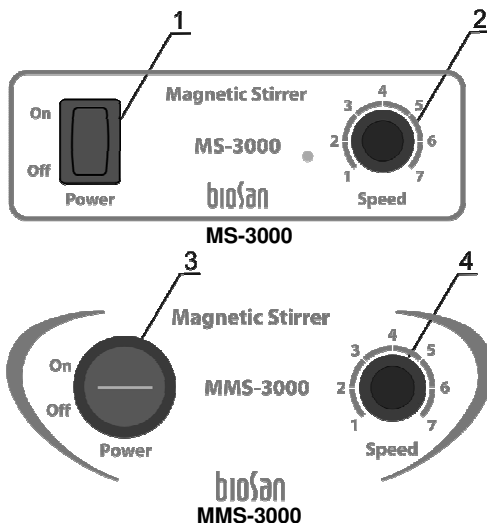

Fig.2 Pannello di controllo
- 4.3. Portare l'interruttore **Power** (Fig. 2/1 o 2/3) in posizione **I** (On).
- 4.4. Utilizzando la manopola **Speed** (fig. 2/2 or 2/4), impostare la velocità desiderata. Aumentare la velocità in modo graduale.